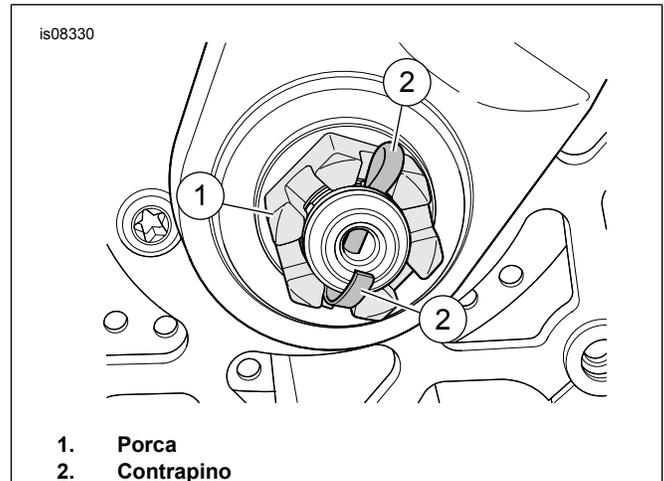

Figura 1. Porca e contrapino
4. **Modelos com contrapinos:** Veja Figura 1. Verifique se o contrapino (2) está posicionado conforme exibido.